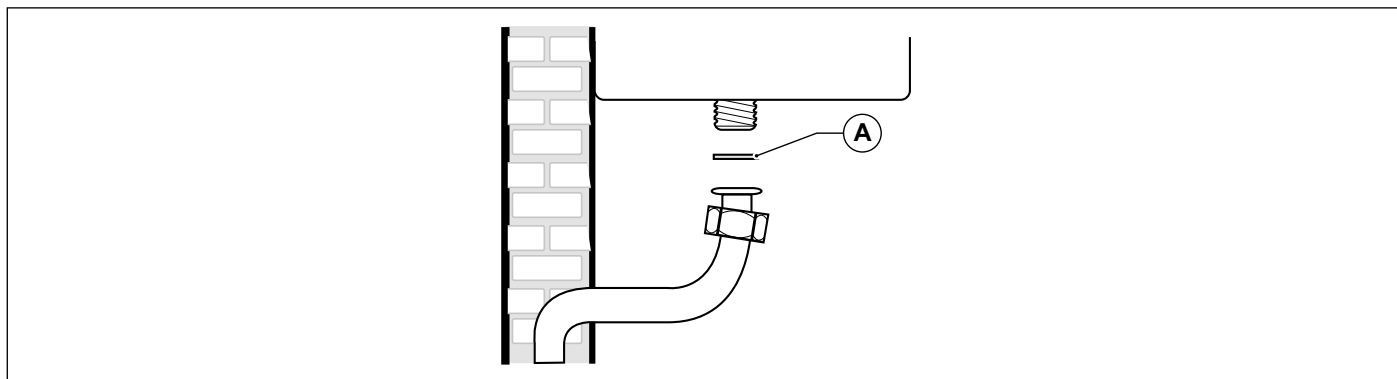

Fig. 19 Conexión a la red de gas
ES OBLIGATORIO, para conectar la toma de gas de la caldera a la tubería de alimentación colocar una junta (A) de medidas y materiales adecuados (ver Fig. 19 Conexión a la red de gas).